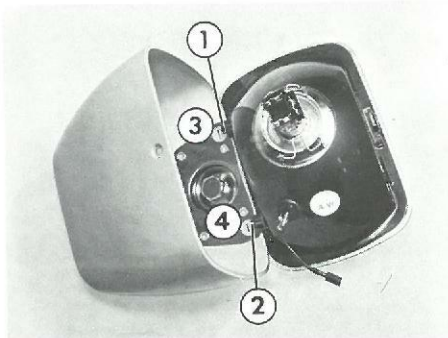

Fig. 35 - Projecteurs
- Pour remettre le projecteur en place (Fig. 35) :